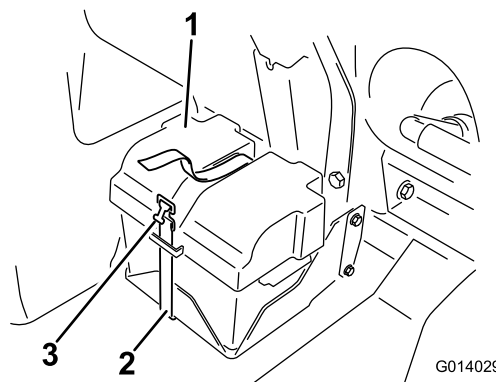

Bild 81
- Nehmen Sie die Batterieabdeckung ab und klemmen das Minuskabel (schwarz) vom Batteriepol ab (Bild 81).
4. Montieren Sie die Batterieabdeckung und befestigen sie mit dem vorher entfernten Riemen (Bild 81).